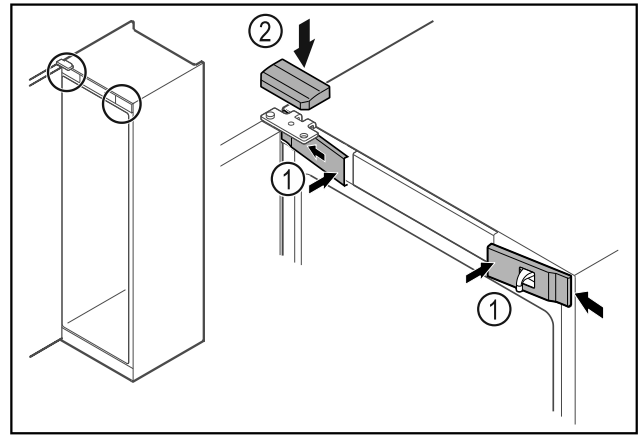

Fig. 45
- ▶ Přední kryty Fig. 45 (1) bočně zahákněte a zaklapněte.
- ▶ Horní kryt Fig. 45 (2) shora zaklapněte.